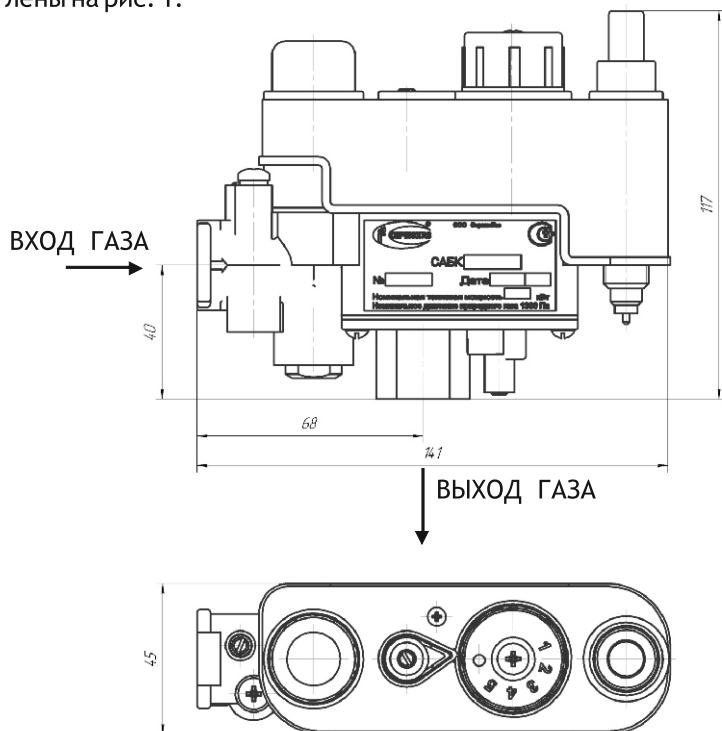

Рисунок 1 - Габаритные размеры блока управления автоматики САБК-АТ
6.1 Общий вид блока управления и его габаритные размеры представлены на рис. 1.